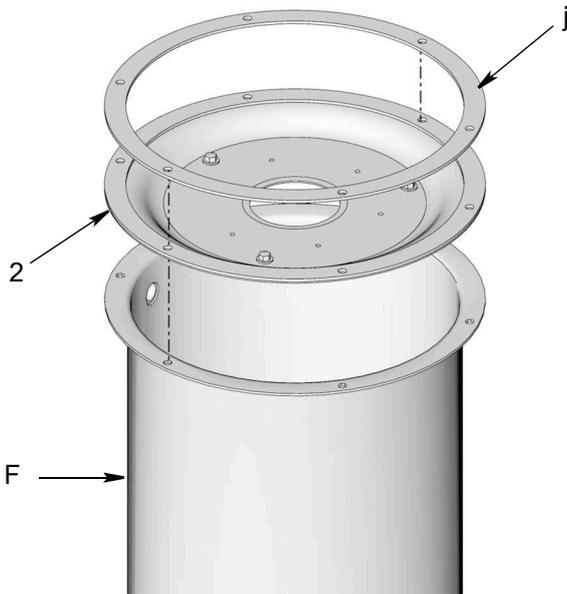

図 6
1. ダイアフラム (2) をリザーバー (F) (図 6) に合わせ、ダイアフラムの縁にある穴をリザーバーの上部の穴に合わせます。ダイアフラムの正しい方向については 図 6 を参照してください。
2. ステップ 6、ページ 5 で取り外したガスケット (j) をダイアフラム (2) (図 6) に取り付け、ガスケットの穴を、ダイアフラムの縁にある穴に合わせます。